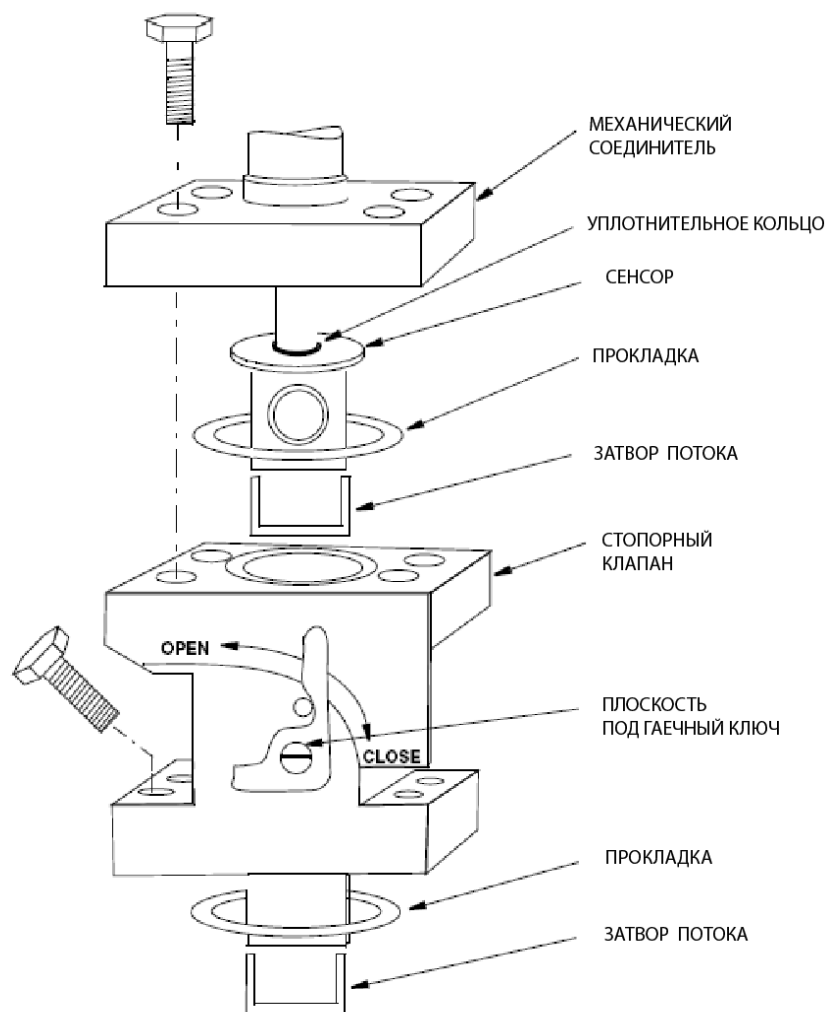
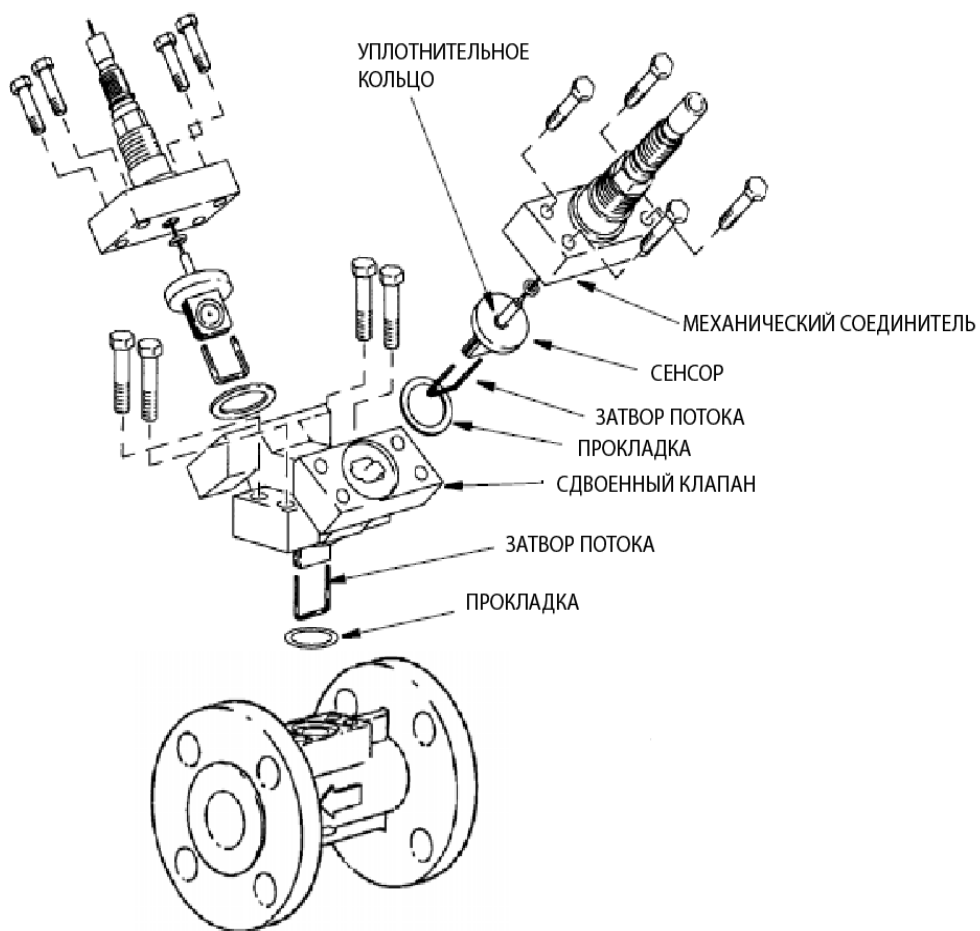

Рис. 48. Стопорный клапан
Рис. 49. Сдвоенный манифольд
1. Закройте клапан. Он представляет собой двухпортовый, шаровой клапан с углом поворотом на $\frac{1}{4}$ полного оборота. Используйте гаечный ключ на плоской поверхности штока клапана, чтобы повернуть его на $\frac{1}{4}$ полного оборота. См. рис.48.
3. Установите новую прокладку и затвор потока на нижнюю секцию корпуса клапана и установите клапан в корпус расходомера. См. рис.48 или рис.49. Они используют такие же прокладки и затворы потока, которые применяются для сенсоров.